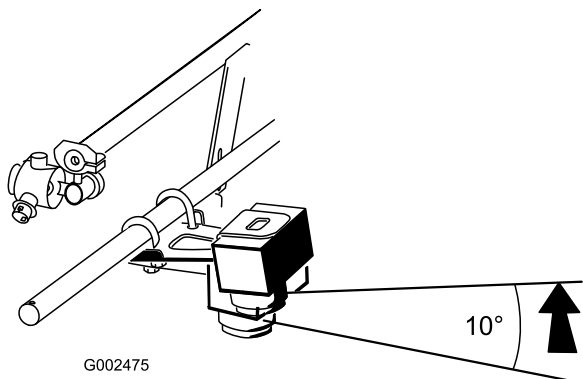

Bild 6
5. Drehen Sie den Sensor so, dass er ungefähr 10 Grad parallel über dem Boden ist; ziehen Sie dann alle Sicherungsmuttern und U-Bügel fest, um den Sensor zu befestigen (Bild 6).